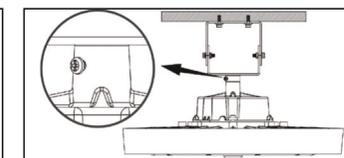

Рис. 3
- Вставьте шпильку кронштейна в специальное отверстие с резьбой в верхней части осветительного прибора и надежно затяните, затем надежно затяните установочный винт, чтобы предотвратить ослабление крепления кронштейна (рис. 3).